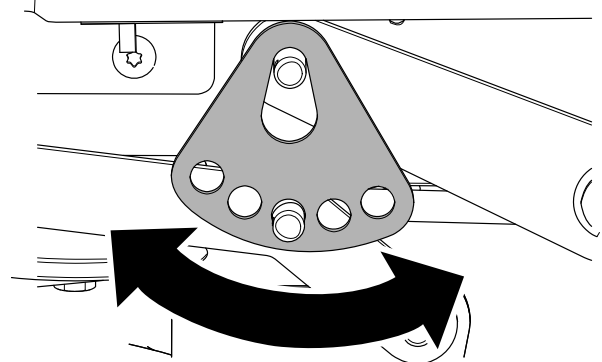

**Figure 70**
6. Retirez la goupille fendue et la rondelle de l'axe inférieur du bras de levage (Figure 70).